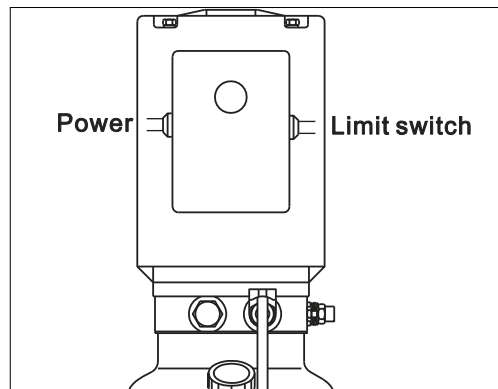

Fig. 35
4.4.3.2 Anslut matningskabel och ändlägesledningar till motor-ns anslutningsplint (Fig. 35) enligt elschemat (s. 4).